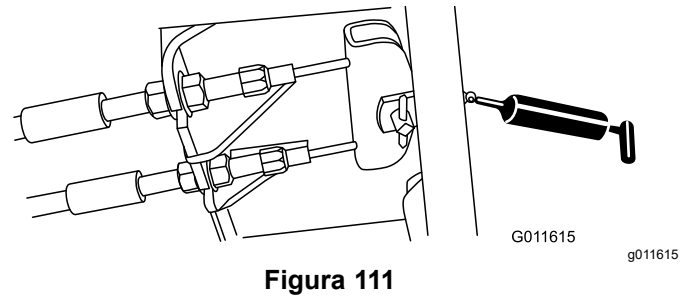

Figura 111
- Pedală de frână (1) (Figura 111)